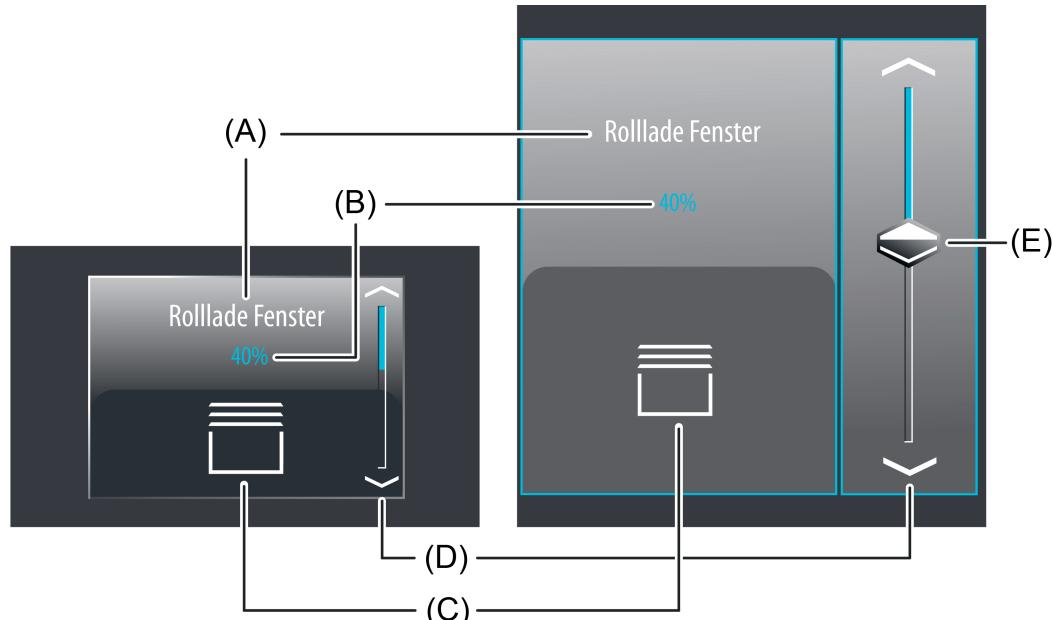

Bild 31: Beispiel für Bedien- und Anzeigeelement der Funktion "Rolllade Positionierung"
Bei der Auswahlbedienung steht neben den Sensorflächen  $\wedge$  /  $\vee$  zur Positionierung in die Endlagen oder zur Wertverstellung zusätzlich ein Slider (E) zur Verfügung (Bild 31). Über den Slider ist es möglich, grafisch unterstützt direkt Positionen für Behanghöhen vorzugeben. Dazu kann der Slider durch Fingerdruck gesetzt oder kontinuierlich gezogen werden. Zum Setzen des Sliders muss der Sliderbereich an der gewünschten Position mit dem Finger berührt werden. Der Slider springt dann unmittelbar an die gewünschte Stelle. Zeitgleich sendet das Gerät den auf diese Weise vorgegebenen Positionswert als Vorgabe auf den Bus aus.
Der Anzeigebereich enthält verschiedene Darstellungselemente (Bild 31), die durch Parameter beeinflusst werden. Jeder KNX Funktion kann in der Konfigurationssoftware eine Bezeichnung vergeben werden (A). Diese Text-Bezeichnung wird im Anzeigeelement zentriert zur Anzeige gebracht, wodurch steuerbare KNX Funktionen für den Anwender kenntlich gemacht werden (z. B. "Rolllade Fenster"). Zusätzlich kann unterhalb der Bezeichnung ein Statuswert (B) für die Behanghöhe eingeblendet werden, der entweder abhängig vom Objektwert der Positions-Rückmeldung des angesprochenen Jalousie- oder Rollladenaktors oder alternativ direkt abhängig von der Positionsverstaltung des Bedienelementes Positionswerte im Klartext anzeigt ("0...100 %"). Solange nach einem Gerätereset noch kein Rückmeldungs-Objektwert empfangen oder noch keine Positionswerte vorgegeben wurde, zeigt der Statuswert "---%" an. Analog zum Statuswert kann im unteren Anzeigebereich ein Symbol (C) angezeigt werden. Das zur Anzeige gebrachte Symbol für die Behanghöhe kann in der Konfigurationssoftware definiert werden, wodurch eine Anpassung auf die Behangart (Rolllade, Markise, Vertikallamelle, Dachfenster) möglich ist. Abhängig von der Position wechselt die Ausprägung des Statussymbols, wodurch die aktuelle Position der angesteuerten KNX Funktion eindeutig abgelesen werden kann. Wahlweise können Statuswert und Symbol entfallen.